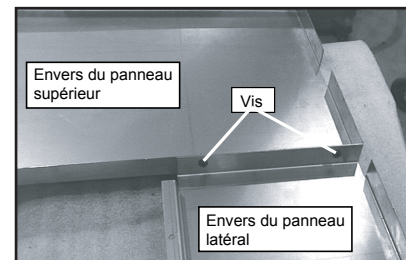

Figure 21.3
**Le kit de panneaux et finition comprend :** (2) cornières et des vis de fixation ; (1) jeu de finition (3 pièces) ; (2) panneaux latéraux ; (1) panneau de dessus ; (4) vis ;
1. Fixez le panneau de dessus aux panneaux latéraux au moyen des vis fournies. **Figure 21.3.**